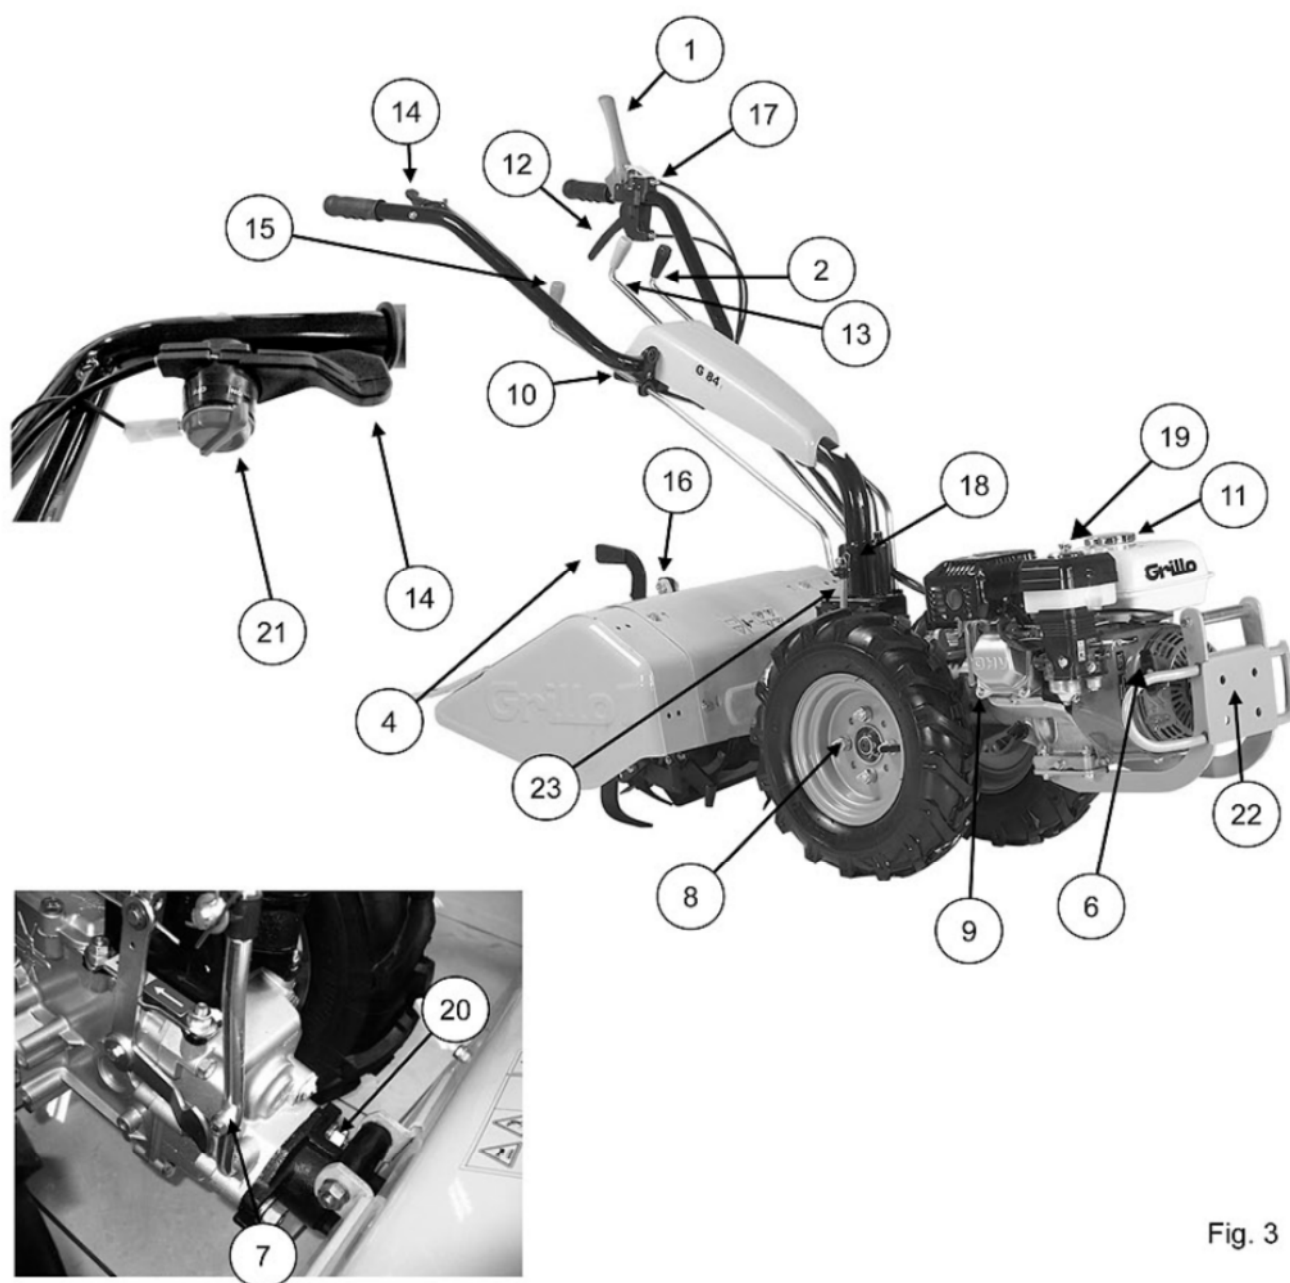

Fig. 3
2. Smør maskinens PTO flange og kobling med fedt (fig 3 nr 20)
3. Vælg placering af håndtag for brug af fejmaskine eller fræser, ved at anvende de to håndtag (fig 3 nr 10 og nr 12)
7. Monter kontrolstænger (Fig 3 nr 2,13 og 15)
6. Frigang ved koblingskabel ca 10 mm(fig. 3 nr 17)
Åben for benzinhanen (fig 7 nr 1) og sæt gasregulering (Fig 3 nr 14) på halv gas, ved kold motor brug chokeren ved karburatoren(Fig 7 nr2). Start motoren ved at trække i startsnoren (fig 3 nr 6)
Placer gearvælgeren i det ønskede gear. Hvis gearet ikke går i indgreb med det samme, slib lidt på koblingen til den går i indgreb. Tryk koblingshåndtaget langsomt ned (Fig 3 nr 1) indtil maskinen begynder at køre. Slippes håndtaget stopper maskinen, men motoren bliver ved med at køre.
For at stoppe motoren, drejes kontakten på håndtaget (Fig 3 nr 21) til position OFF.
Træk PTO håndtaget (Fig 3 nr 13) langsomt til position ON, hvis denne ikke går i indgreb holdes den imod og koblingen slippes langsomt, koblingshåndtaget slippes helt og arbejdet påbegyndes.
Sæt maskinen i frigear, PTO gearstang i neutral, stop motoren ved at dreje det røde håndtag med gasreguleringen til pos OFF (fig 3 nr 21)
Illustration Fig. 3 og 4